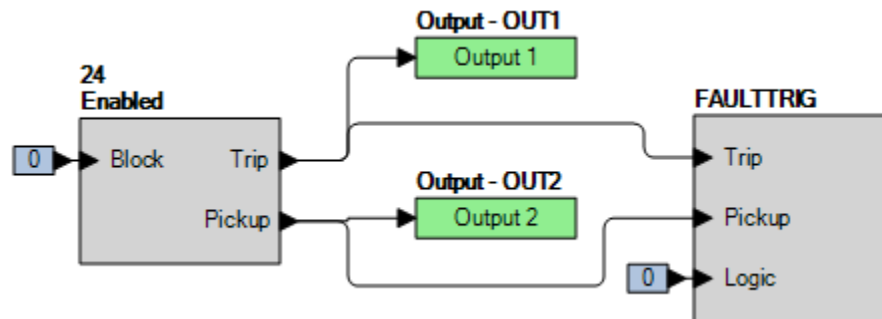

Figure 64-1. Paramètres BESTlogicPlus
Étape 2 : Utilisez BESTCOMSPlus pour configurer la Logique programmable BESTlogicPlus illustrée dans la Figure 64-1.